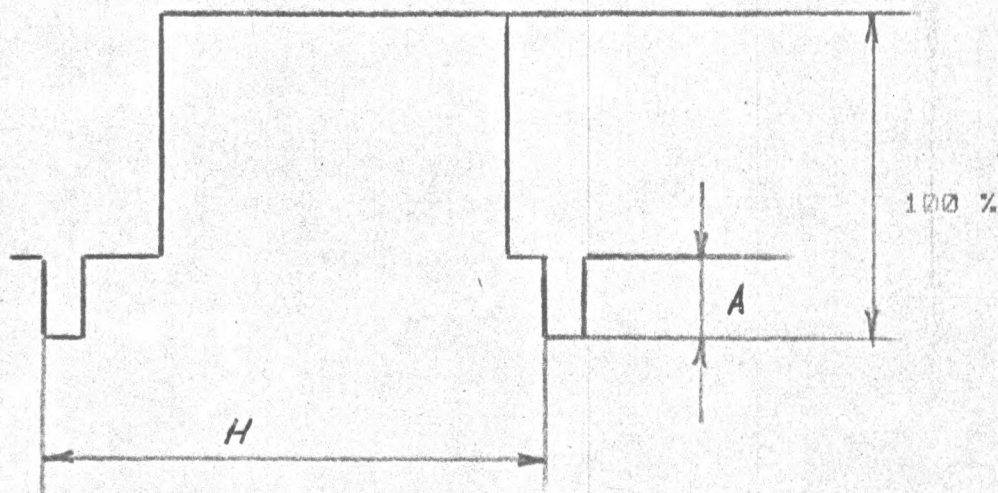

РИС. 7.19
7.6.20.3. ПОДКЛЮЧИТЕ ОСЦИЛЛОГРАФ С1-81 К КОНТАКТУ =A3-XP5:1. УРОВЕНЬ ССП ДОЛЖЕН БЫТЬ  $A=(24-30)\%$  (РИС. 7.19).